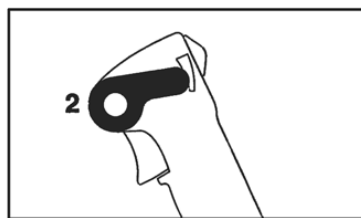

Figura 4
- Mova a alavanca de controle (2) para a posição central. (Esta é a posição para utilizar o gatilho do acelerador.) (Figura 4).